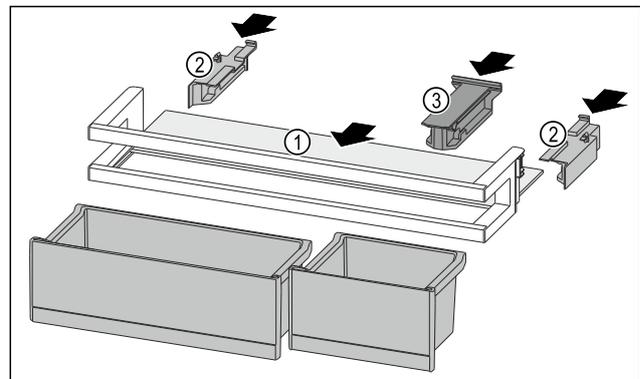

Fig. 126
- ▶ Abstellfläche Fig. 126 (1) in die seitlichen Einsparungen einschieben.
- ▶ Seitenteile Fig. 126 (2) einsetzen.
- ▶ Halteteil Fig. 126 (3) einsetzen.